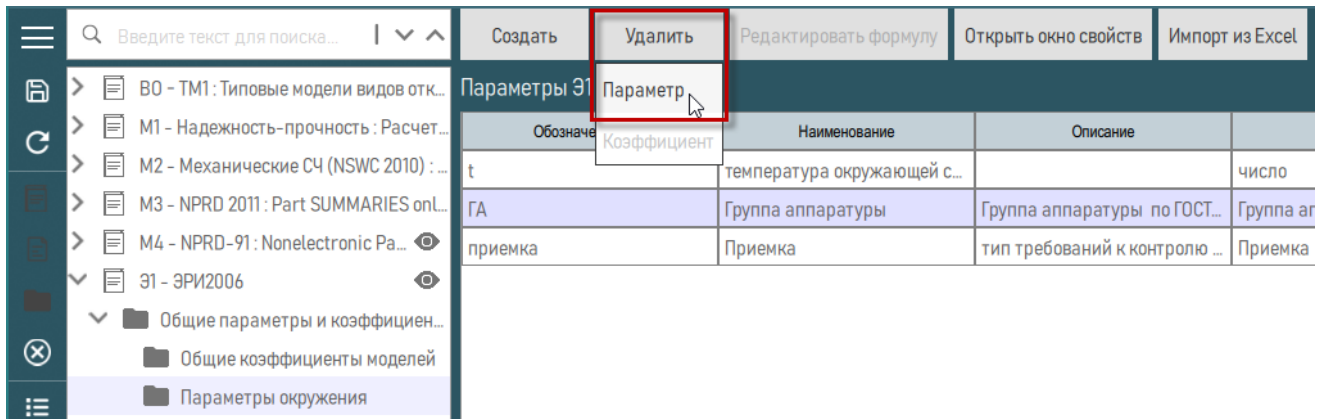

Рисунок 85 – Удаление параметра
- 2) На панели инструментов в правой рабочей области выбрать параметр и нажать кнопку «Удалить». Из выпадающего списка выбрать «Параметр» (рисунок 85).